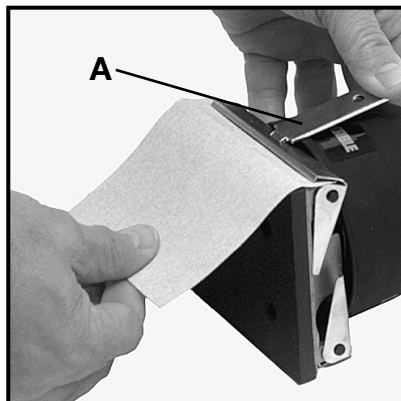

Fig. 2
1. Meta el extremo pequeño de la llave provista en la ranura (A) Fig. 2 con la curva de la llave para arriba, empuje la llave hacia la caja principal para abrir la abrazadera.